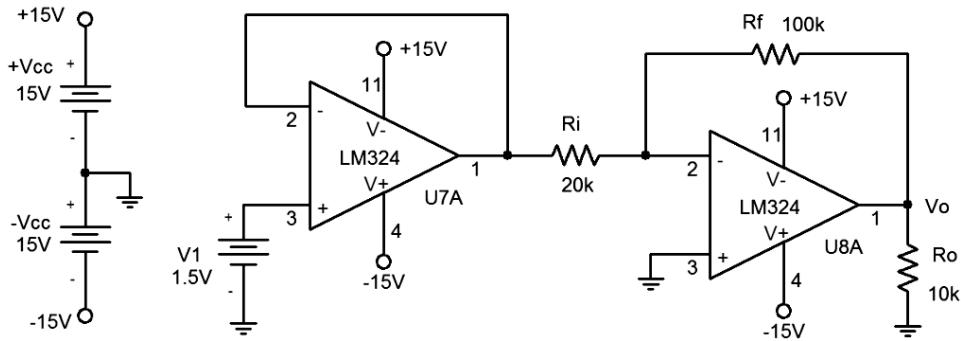

Figura 3.
**7** – Qual é o sinal de saída esperado no circuito da Figura 3? *Resposta: Vo = - 7,5 V.*